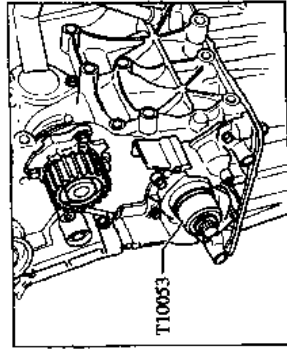

图 1-14 压入机油密封圈
6. 如图 1-14,用压套 T10053 和螺栓 T10053/2 (M16 × 1.5 × 60) 压入机油密封圈至终端。